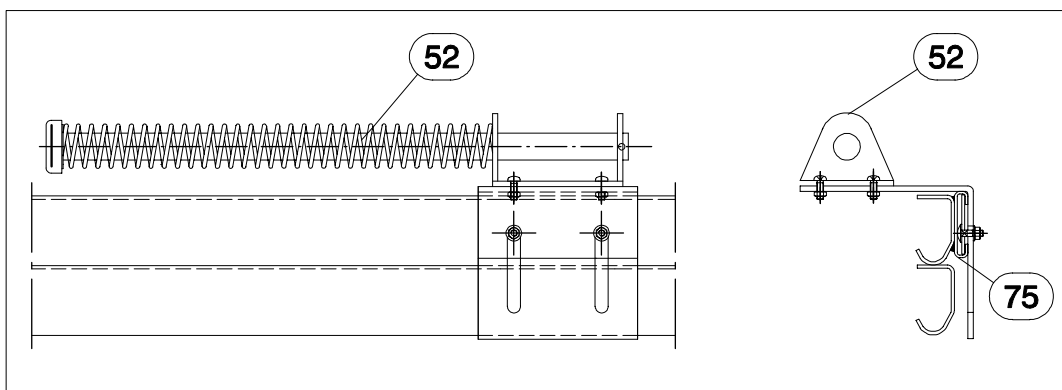

Abb. 21
- Federstoßdämpfer (52) mit der werksseitig angeschweißten C-Schiene (75) mittels Nutensteine verschrauben (s. Abb.21)
- Federstoßdämpfer (52) durch verschieben in der Schiene (73) in die passende Position bringen und festsetzen (s. Abb.21).